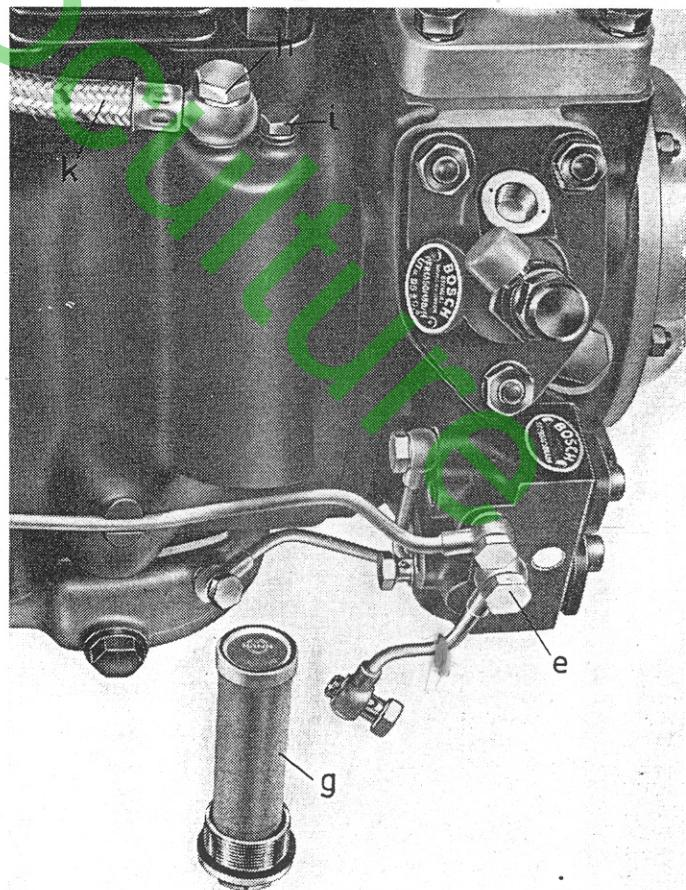
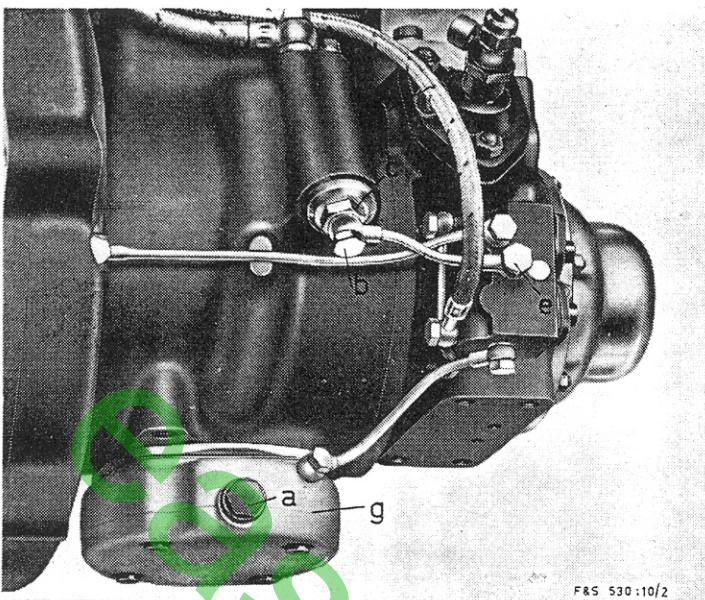

Figure 14:
Figure 15:
Du réservoir à huile, l'huile passe à travers le filtre à huile (g, figure 14) puis alimente la pompe (e, figure 7). Cette pompe à piston est entraînée par pignon. Son débit est réglé à l'usine. L'huile refoulée par la pompe alimente les deux roulements de vilebrequin, passe au travers des roulements tombe dans la rainure circulaire des joues de vilebrequin et vient graisser le maneton de vilebrequin par force centrifuge. L'huile s'échappant du coussinet de bielle est projetée sur les parois du cylindre. L'excès d'huile de graissage s'accumule à la partie inférieure du carter de vilebrequin dans le réservoir de récupération (g, figure 15) et se trouve remonté au réservoir d'huile grâce à la pompe de récupération. Ce système de récupération mécanique d'huile supprime la projection d'huile à l'extérieur par le pot d'échappement, la formation de calamine et diminue la consommation. Cette récupération mécanique peut équiper les moteurs:
Sur les moteurs possédant un système de récupération d'huile, il se peut que l'huile se colore ce qui est nettement visible au travers du niveau transparent. Cette coloration ne présente aucun inconvénient, il s'agit seulement d'une oxydation de l'huile qui se produit également lors du cycle de graissage sur les moteurs 4 temps. Néanmoins, pour éviter que l'huile ne se souille à la longue, il faut vidanger le réservoir d'huile toutes les 200 heures de travail et le remplir d'huile fraîche. Pour une question de sécurité, il est recommandé de ne jamais vidanger le réservoir complètement, mais de maintenir une réserve d'environ $\frac{1}{2}$ litre lors de la vidange qui doit être effectuée en dévissant la vis creuse h (fig. 14). Avant cette opération, nettoyer le raccord du tuyau, la vis creuse et le filetage des poussières et boue qui pourraient s'y trouver. Après le remplissage du réservoir en huile fraîche, on laisse s'écouler celle-ci par le tuyau non raccordé jusqu'à ce qu'il ne se produise plus de bulles d'air à la sortie du tuyau. Raccorder ensuite le tuyau sur le filtre à huile à l'aide de la vis creuse et des joints.
5. NETTOYAGE DU FILTRE A HUILE (fig. 14).-
Procéder à son nettoyage toutes les mille heures. Nettoyer le carter moteur avec du gas-oil ou de l'essence. Dévisser la vis creuse h (fig. 14) et relever le tuyau d'alimentation d'huile (k) afin que l'écoulement d'huile soit interrompu. Après avoir dévissé les deux vis creuses b et c (fig. 15) éloigner le tuyau d'huile f. Le filtre à huile g (fig. 14) est ensuite dévissé par son embase à six pans c (fig. 15). Nettoyer ensuite ce filtre et son logement à l'aide de combustible Diésel. Sécher ces pièces à l'air comprimé. Le filtre est ensuite remis en place et les tuyaux f et k revisssés. Pour purger l'ensemble de l'air s'y trouvant, il faut dévissé la vis de purge i (fig. 14) et la vis creuse e (fig. 14) Attendre que l'huile s'écoule sans bulles d'air de ces deux orifices puis revisser ces deux vis.
Vidanger l'huile se trouvant dans ce réservoir g (fig. 15) toutes les 100 heures. Pour ce faire, laissez tourner le moteur à un régime moyen et ouvrir la vis a (fig. 15) pendant la marche. Aussitôt que l'huile retenue dans ce réservoir s'est écoulée, refermer la vis a.
On dévisse complètement la vis purge i (fig. 14) située sur le filtre à huile et on desserre la vis creuse e (fig. 14 ou 15). Quand l'huile sort sans bulles d'air à ces deux arrivées, on resserre la vis creuse et l'on remonte la vis de purge.